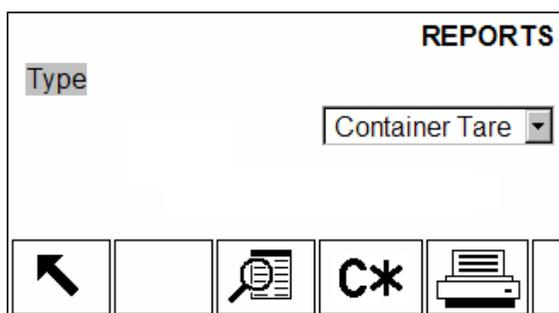

Figure B-4 : Ecran Afficher Rapports
1. Appuyez sur la touche programmable RAPPORTS . L'écran Sélection de rapports s'affiche (Figure B-4). Seuls les tableaux activés dans la configuration sont visibles. Le Tableau de tare sera toujours visible.